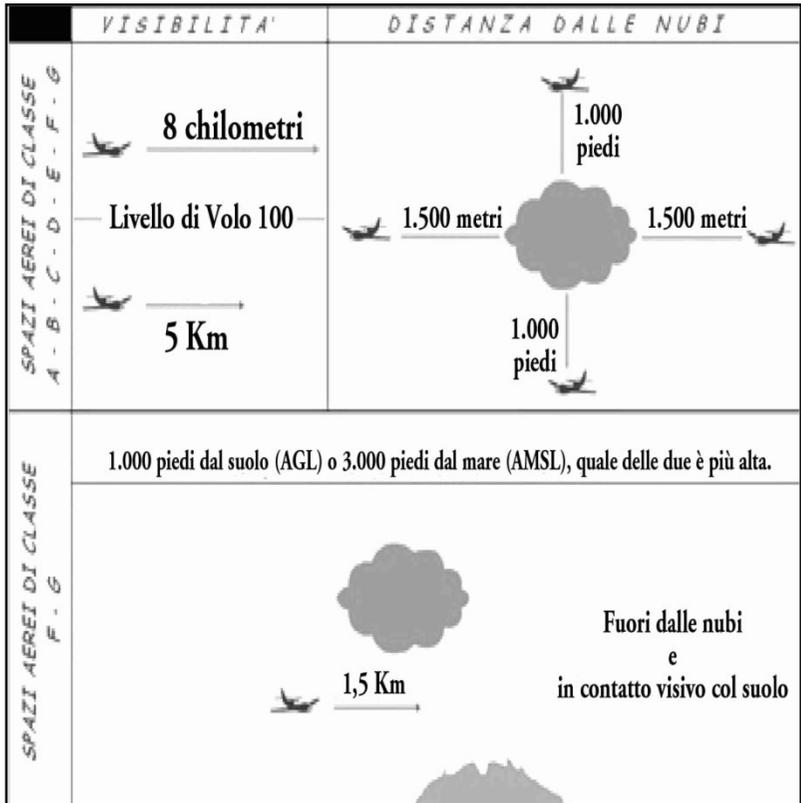

FIG. 23 – VMC
b) migliaia di piedi pari + 500 per rotte magnetiche da 270° a 089°. **FIG. 23**